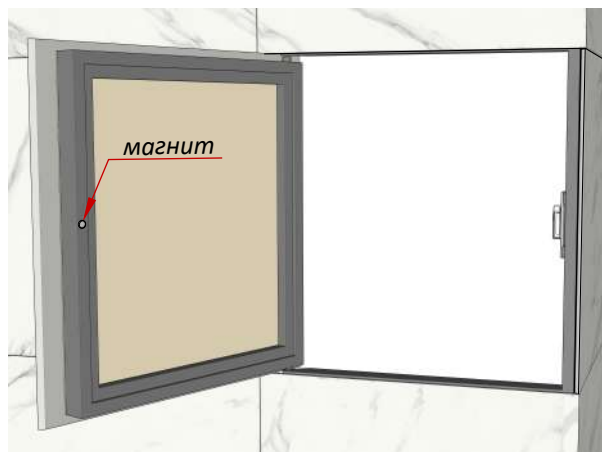
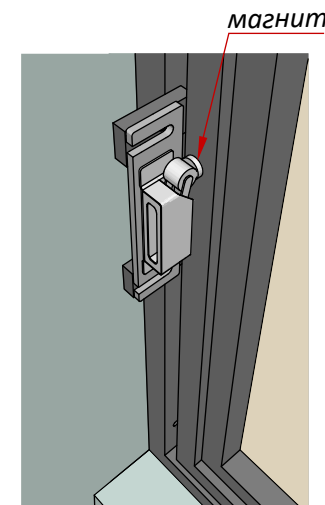

Рис. 13
Рис. 14
8) Если же в Вашем случае плитка на люке не выпущена внахлест на стену, и Вы будете использовать замок, тогда стопорные уголки можно снять, затем закрепите неодимовый магнит на створку люка (Рис.13) и настройте их взаимодействие с замком (Рис.14). Теперь, можно открыть люк нажатием на плитку со стороны петель или со стороны замка.